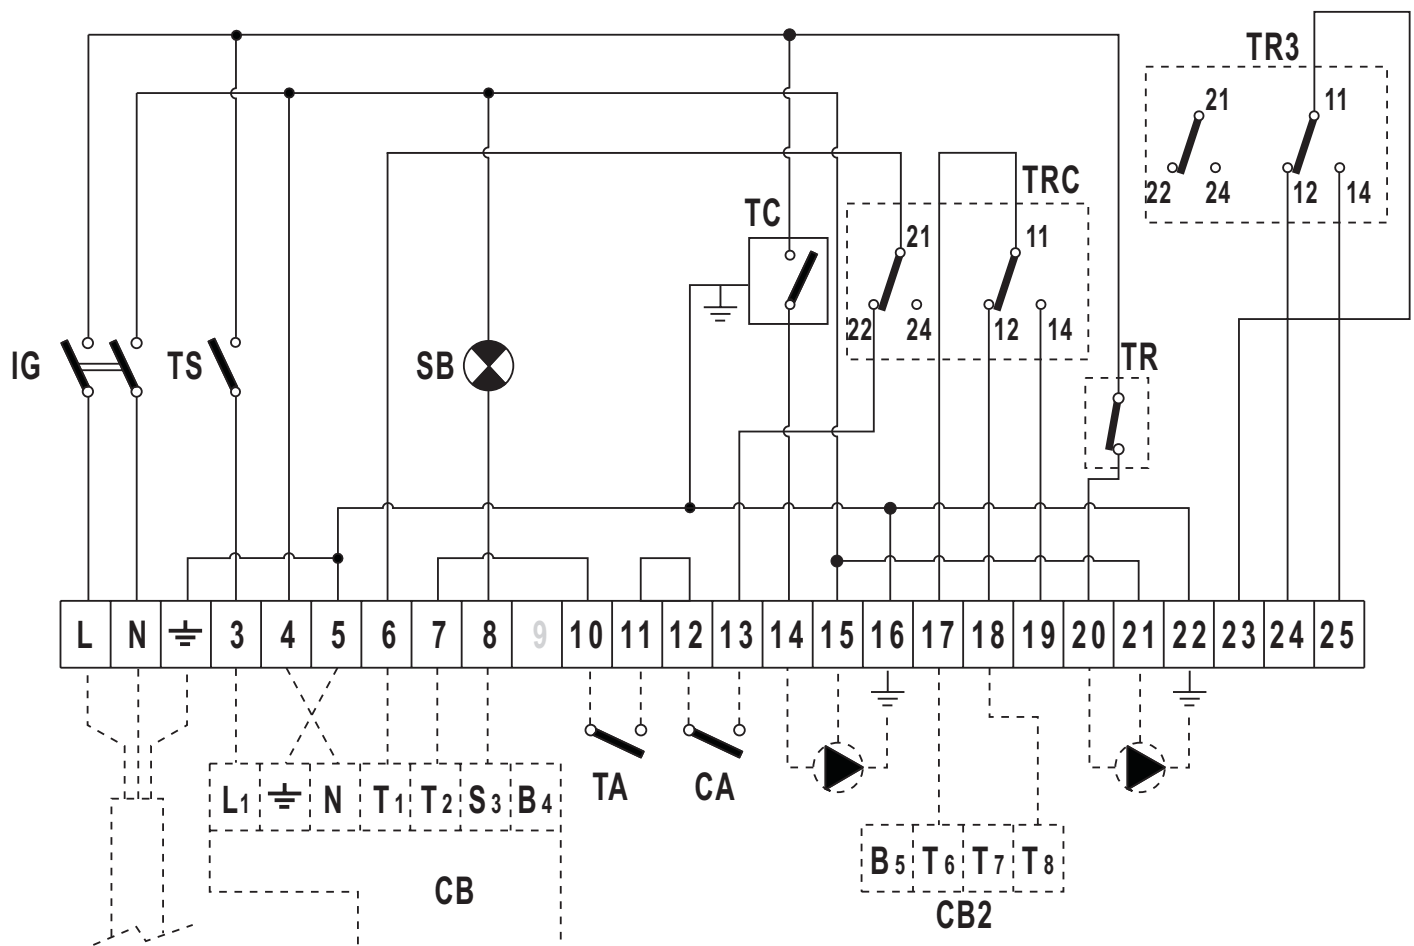

fig. 4 - Schema elettrico del pannello di controllo 0QC077XA
### Schema della morsettiera dei collegamenti elettrici (fig. 4)
**0QC077XA** – 3-stage thermostatic control panel with recirculation (fig. 4)